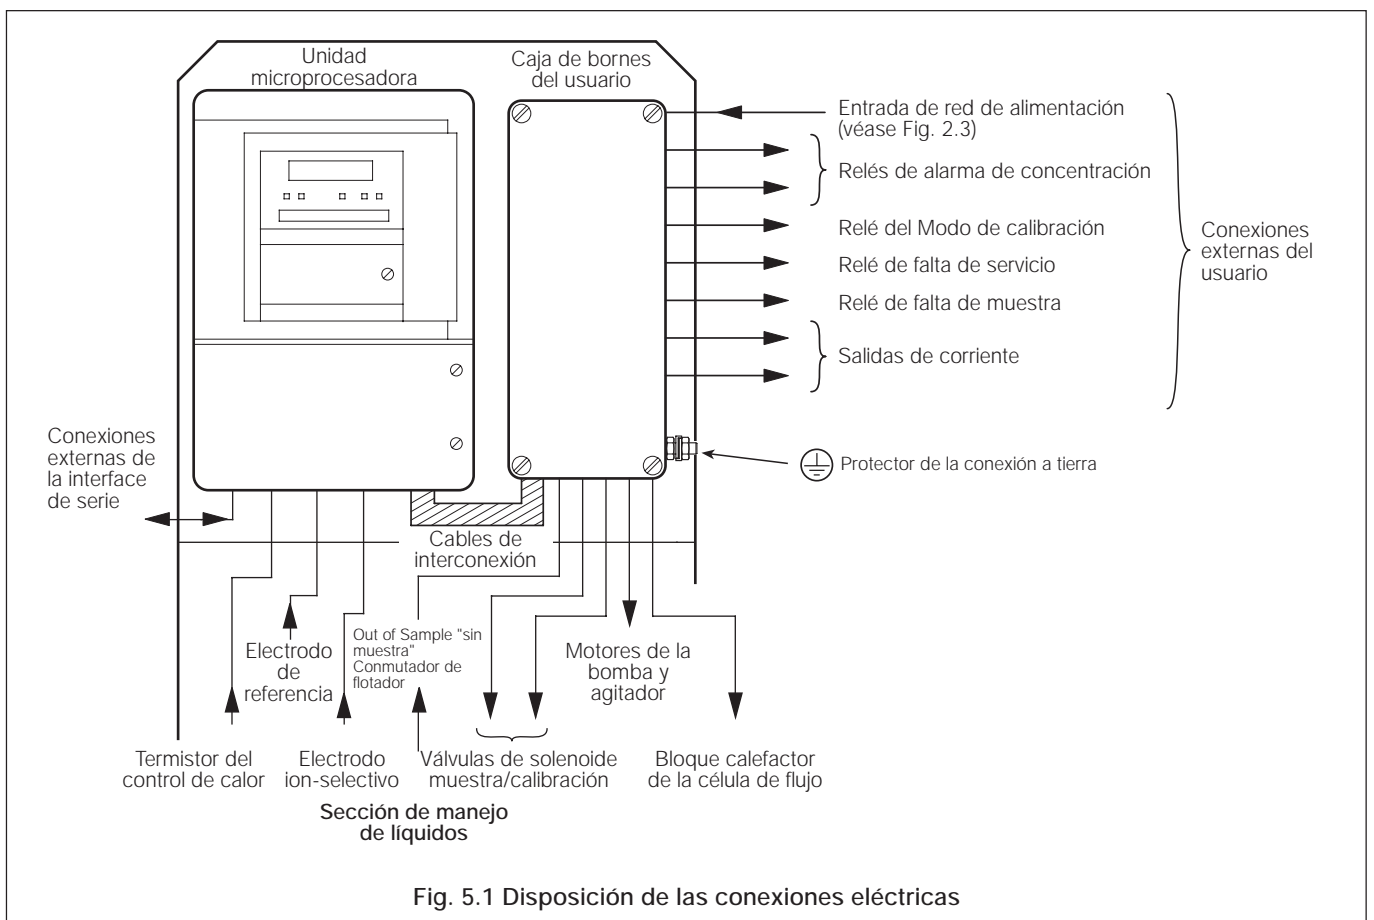

Fig. 5.1 Disposición de las conexiones eléctricas
5.1 Disposición de electrónica – Fig. 5.1